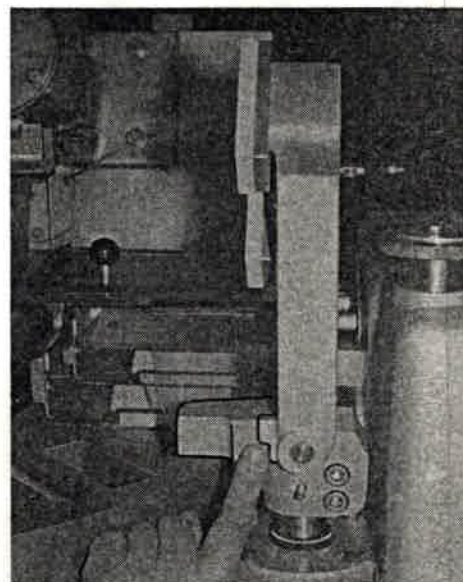

Bild 254
13. Sperrbolzen hineindrücken (Bild 254) und Ausleger abschwelen.